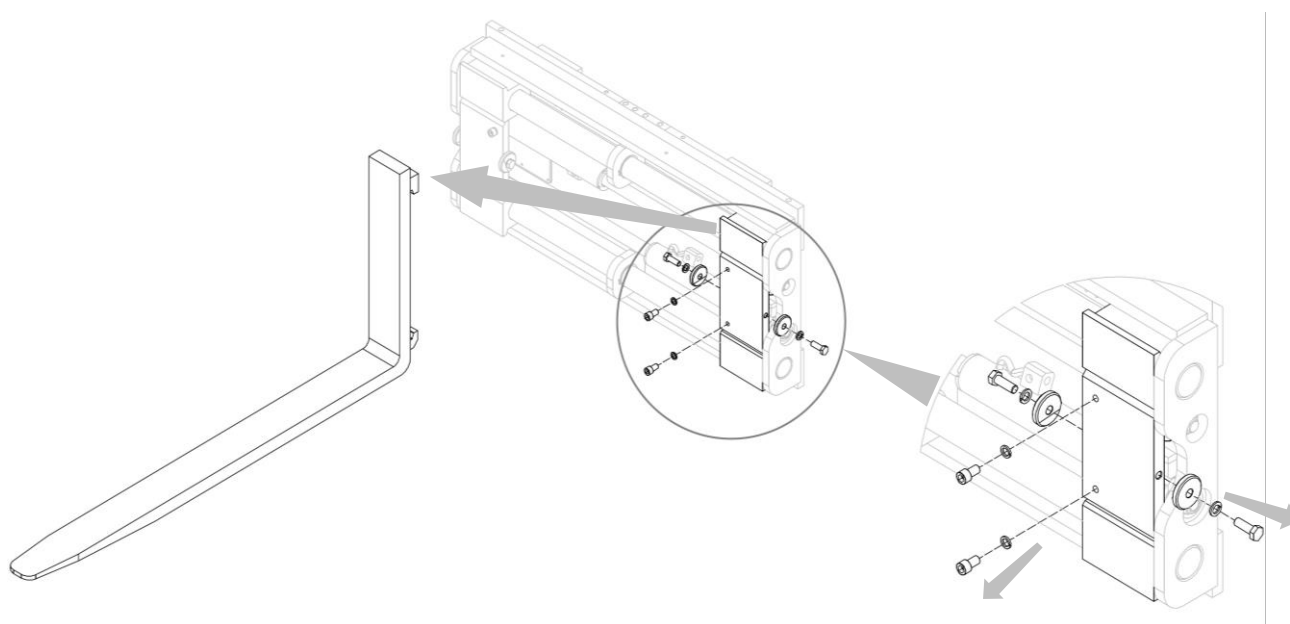

Figura 18
2. Rimuovere le forche dopo aver rimosso i fermi forca (vedi *Figura 18*).